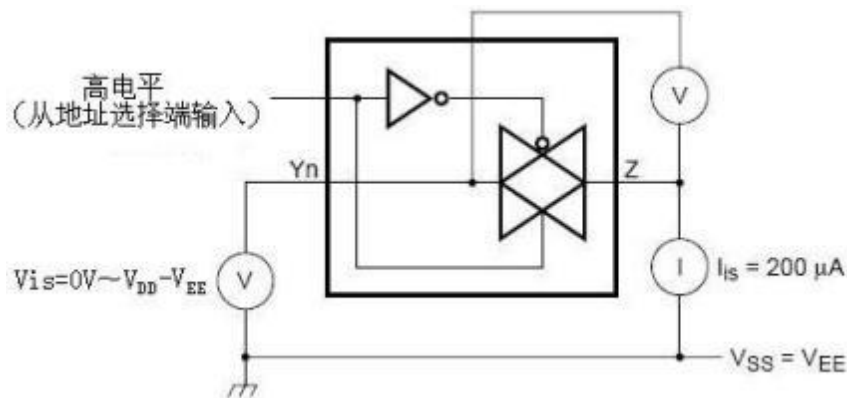

图 4、导通电阻测试线路图
7.3.2、直流特性 2 (未有特殊说明, $V_{SS}=0V$, $T_{amb} = 25C$, 测试线路图见图 4)